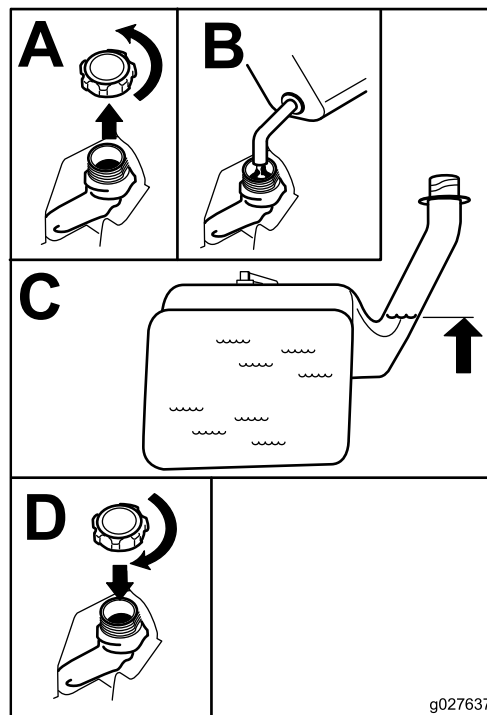

Figura 7
2. Añada gasolina sin plomo **lentamente** hasta que el combustible llegue a la base del cuello de llenado. Figura 7